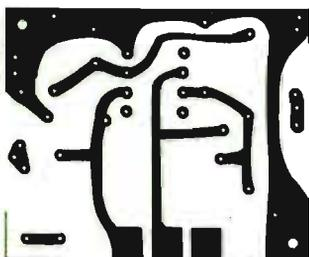

Fig. 3 - Disegno del circuito stampato in dimensioni naturali necessario per la composizione del cablaggio del preamplificatore per microfono.
Fig. 3 - La presenza dell'integrato IC impone l'uso di un circuito stampato, che agevola e razionalizza il piano di cablaggio dell'ohmmetro di precisione. Ai lettori principianti raccomandiamo di inserire nel circuito i due diodi LED D_1 - D_2 nella esatta posizione indicata in questo disegno, rispettando cioè la posizione del catodo (K) e dell'anodo (A). Il montaggio dell'intero ohmmetro viene effettuato su una lastra di alluminio che ha funzioni di pannello di chiusura di un contenitore di qualsiasi tipo, metallico o di materiale isolante.